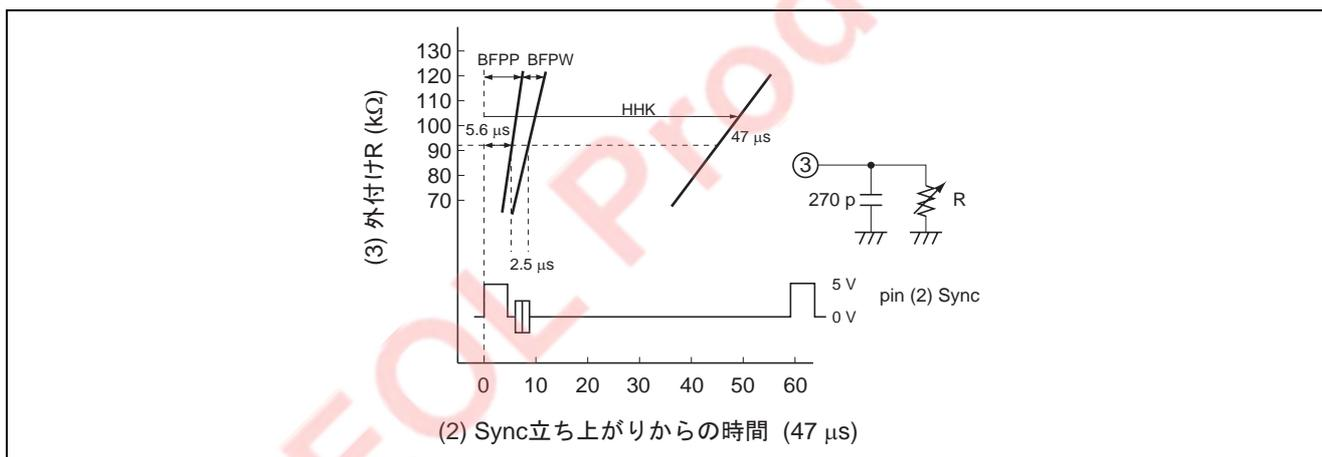

図4 (3) RC 積 対 内部発生パルス (測定条件は TEST No.35, 36, 37 参照)
(3) (HHK) 外付け CR により、BFP と HHK のパルス幅を図4に示すように設定することができます。